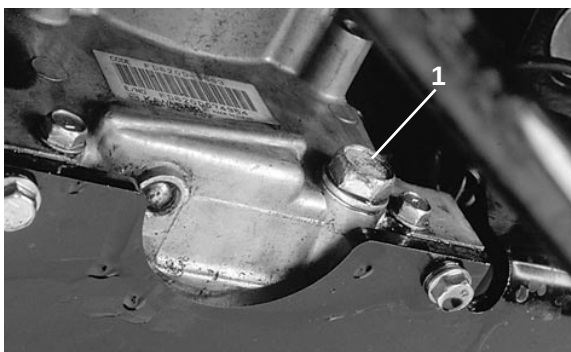

Fig. 21
2. Collocare una bacinella di spurgo sotto la coppa dell'olio, allineandola al tappo di spurgo (Fig. 21).